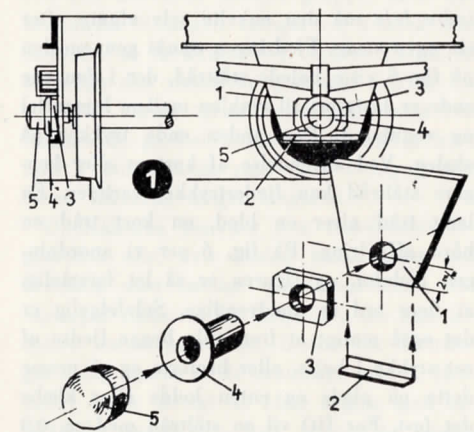

Fig. 4
Aksellejegafflen (1) snitter vi ud efter fig. 4 i et stykke prespan. 2 mm fra den underste kant stanser vi et 2 mm hul til optagelse af akslen. For at hindre udvidelse af dette hul indsættes en 2 mm hulnitte (4) med et gennemhullet (2 mm) mellemstykke (3) af prespan, og forsigtigt sammenpresser vi det hele med en tang. Anvendelse af lim er ikke nødvendigt her, da hulnitten ved sammenpressningen får tilstrækkeligt hold i prespan'en. Denne hulnitte er det egentlige leje, hvori akslen har frit spil. På nitten kan vi anbringe en lille papskive med lim eller pålodde en messingskive som lejedæksel. Det er dog mest formålstjenligt at lade lejet være åbent udvendigt fra, da det letter smøringen. Fjedrene kan vi enten fremstille af enkelte kartonstykker eller af en træklods, som tilfiles. Tykkelsen fremgår af fig. 2. Ophængning af fjedrene i vognrammen behøver i de små størrelser kun at antydes og kan even-